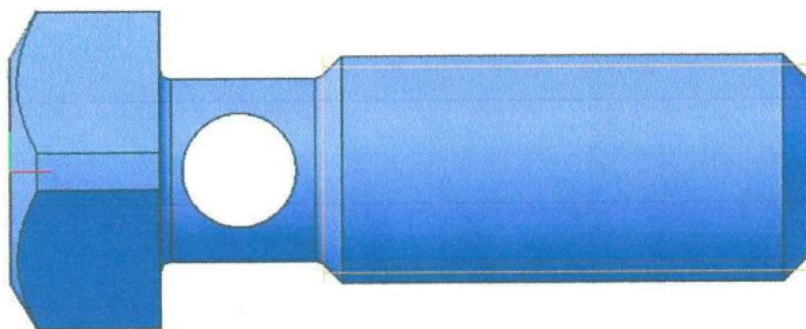

Рис. 13
6. Выделите в дереве построения команду **Сечение по эскизу**  и из контекстного меню выберите команду **«Исключить из расчета»**. Выберите ориентацию **Вид спереди**, рис. 13.